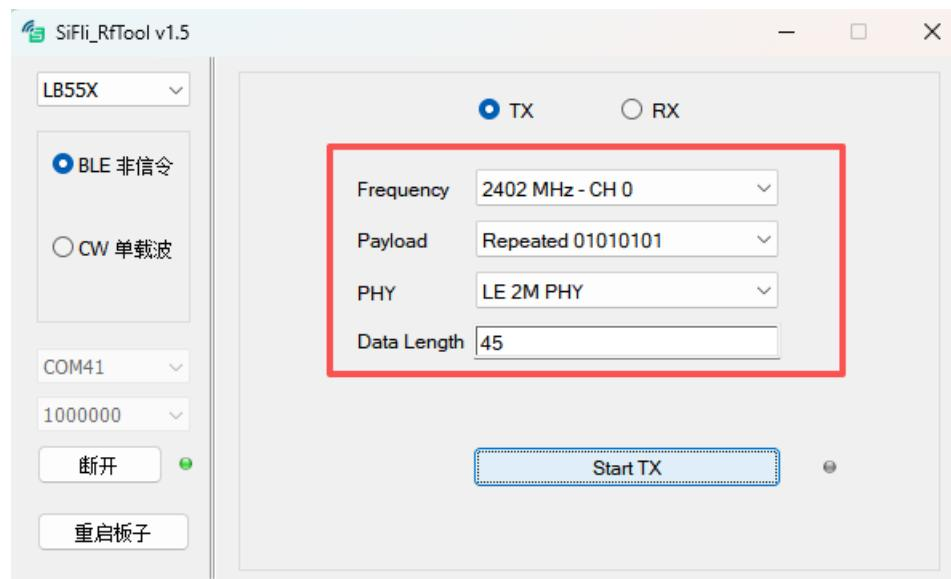

图 2-2
- 在 Frequency 、 Data Length 、 payload 、 PHY 中设置测试所需的信道、PHY 类型等，如图 2-2红色框所示：